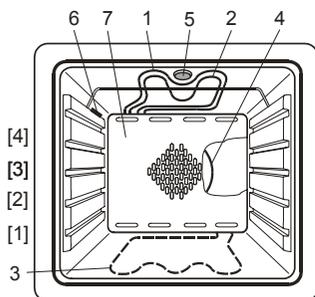

Рисунок 18
- В верхней части духового шкафа расположен верхний нагревательный элемент 1, нагревательный элемент гриля 2 и лампочка освещения 5, а под днищем духового шкафа встроен нижний нагревательный элемент 3 (Рис. 18).